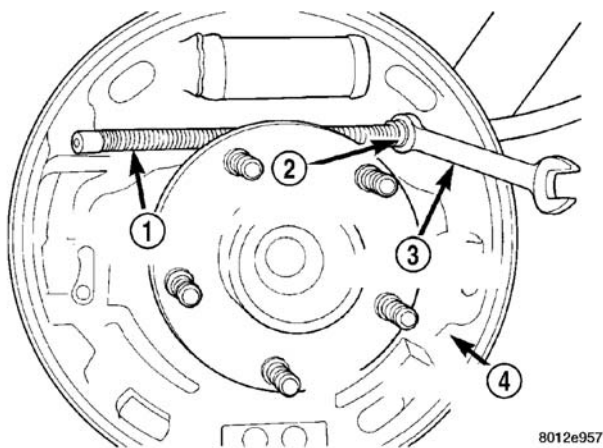

图 103 从制动底板拆下停车制动拉线
(1) 使用制动踏板按压工具，压下制动踏板使其通过其初始 1 英寸行程，并固定在该位置不动。这样，在拆卸车轮制动分泵的制动油管时可以避免制动液排出总泵。
(2) 举升车辆。(参见润滑与保养/举升—标准程序)。
(3) 拆卸车轮与轮胎总成。
(4) 从车轮制动分泵的后部，断开制动油管。盖住开口端。
(5) 卸下制动鼓。
(6) 从制动底板上卸下制动衬片。(参见 5—制动系统/液压系统/机械结构/制动衬块/制动衬片—拆卸)。
(7) 卸下将车轮制动分泵固定到制动底板的两个螺栓。
(8) 从制动底板拆下分泵总成。
(9) 从停车制动器操纵杆上拆开停车制动拉线。
(10) 使用合适的工具如 14 毫米的套筒扳手(图 103)，或航空型软管夹，压下停车制动拉线固定器的喇叭脚。然后将停车制动拉线拉出制动底板。